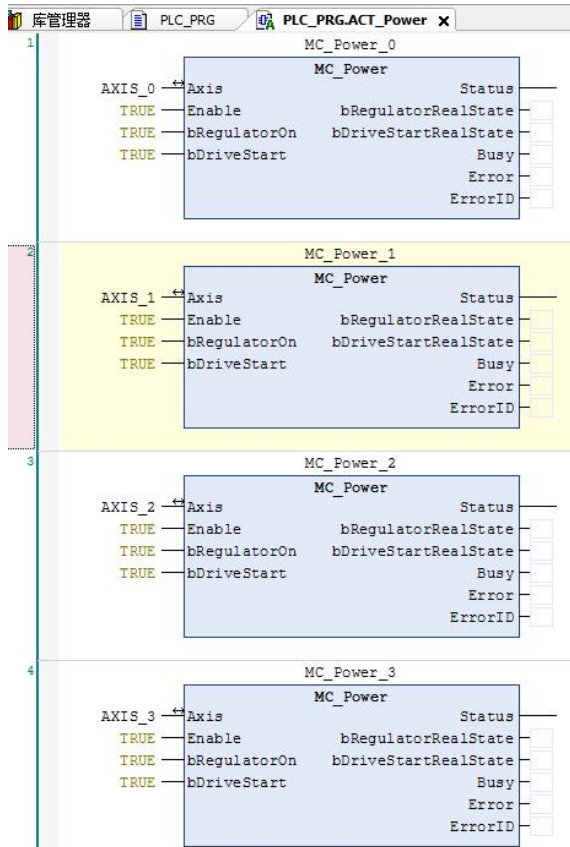

图 8.9 上电模块
- 2) 在主程序 PLC_PRG 下添加上电模块 ACT_Power 和运动模块 ACT_Move，并配置对应的参数，如图 8.9、8.10 所示。